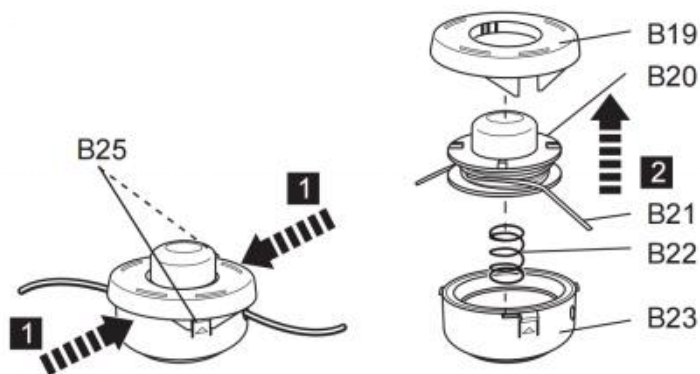

Fig. 63
3. Druk op de ontgrendelingen (B25) op de trimkopbehuizing (B23) om het deksel (B19) te openen (Fig. 63). Het deksel (B19) en de spoel (B20) zullen naar buiten springen.